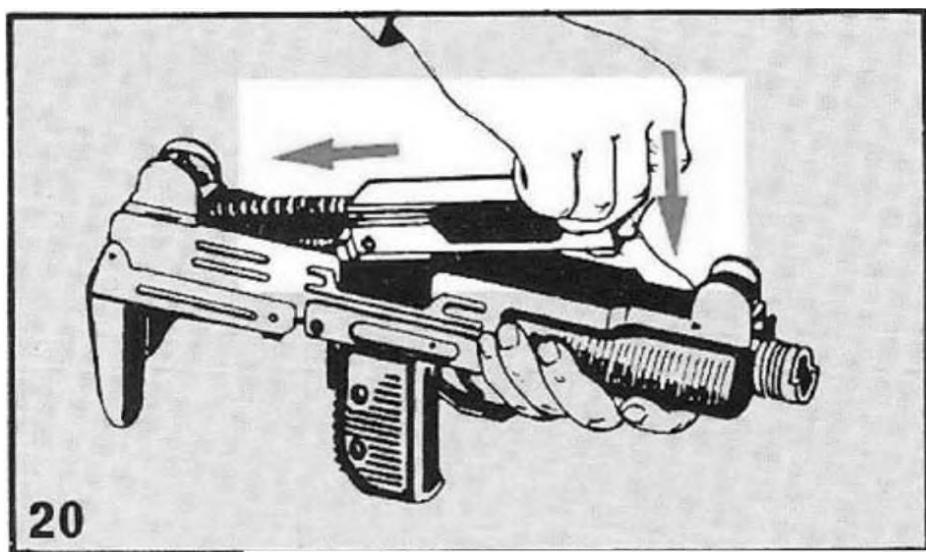

Рисунок 4.24 – Порядок збирання затвора та зворотньої пружини
- 1) вставте блок зворотної пружини в затвор (рисунок 4.24);